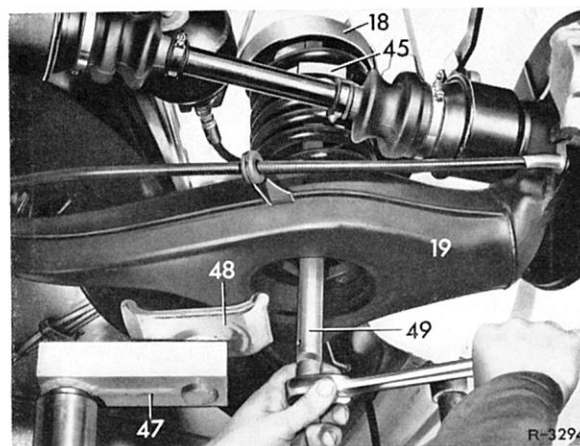

Bild 32-6/2
- 3 Schräglenker mit Grubenlift, aufgesetzem Winkel-Zwischenstück (47) und Wagenheber-Aufsatz (48) etwa bis zur waagrechten Lage anheben. Hinterfeder mit Federspanner (45) und
Spezial-Einsatz (49) an fünf Windungen zusammendrücken (Bild 32-6/2 und 3).